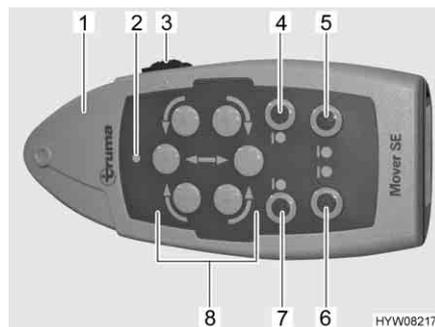

Bild 8 Fernbedienung
- Schiebeschalter (Bild 8,3) an der Fernbedienung (Bild 8,1) auf "EIN" (I) schieben. Wenn die grüne LED (Bild 8,2) leuchtet, ist das Rangiersystem betriebsbereit.
- Auf beiden Seiten die Antriebsrollen an die Reifen schwenken. Dazu die Tasten "Anschwenken" (Bild 8,4 und 7) drücken.
- Das Fahrzeug mit den Richtungstasten (Bild 8,8) in die gewünschte Position bewegen.
- Auf beiden Seiten die Antriebsrollen von den Reifen wegschwenken. Dazu die Tasten "Wegschwenken" (Bild 8,5 und 6) drücken.
- Schiebeschalter (Bild 8,3) an der Fernbedienung auf "AUS" (0) schieben.